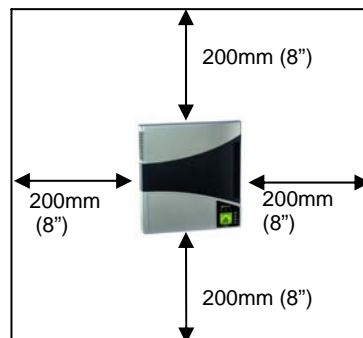

Fig. 5 - Luogo di installazione
- Lasciare sufficiente spazio intorno all'unità per facilitare installazione e manutenzione (vedi Fig. 5).